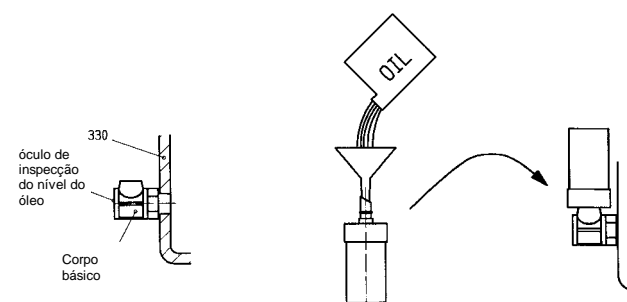

Figura 8
- Sele o corpo ao suporte da chumaceira (330), ao pé da ligação para o bocal de lubrificação de nível constante (638) com fita isoladora de teflon. Enrosque até a união roscada para o reservatório ficar voltada para cima, na vertical (figura 8).
- Retire o bujão de enchimento do óleo (637) da face superior do suporte da chumaceira e deite óleo na abertura de ligação (GF1) até o nível de óleo ficar ligeiramente abaixo do meio do óculo de inspecção do nível do óleo do corpo básico.
- Servindo-se de um funil, encha o reservatório de vidro de óleo (figura 8).
- Introduza o reservatório cheio no corpo e enrosque-o imediatamente com a mão até prender (figura 8).